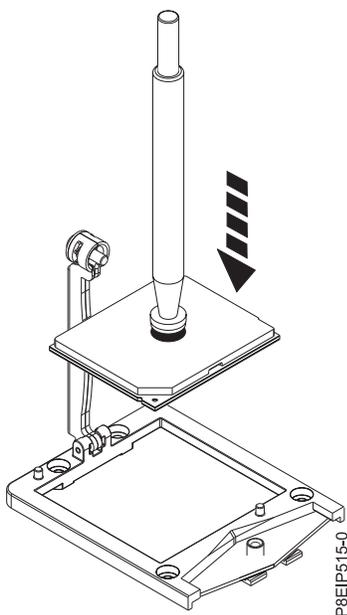

Figura 83. Abaixando o processador no soquete
- a. Abaixar a pinça e o módulo de processador do sistema no soquete, conforme mostrado na Figura 83. Alinhe a aresta biselada do processador com a aresta biselada no soquete. Tome cuidado para abaixar a ferramenta equilibradamente sem inclinar o processador.